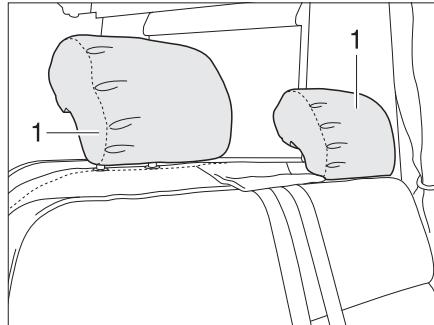

Fig. 21 Reposacabezas banco (Variante 1)
- Tirar de los reposacabezas (Fig. 21,1) hacia arriba con la mano o empujarlos hacia abajo.